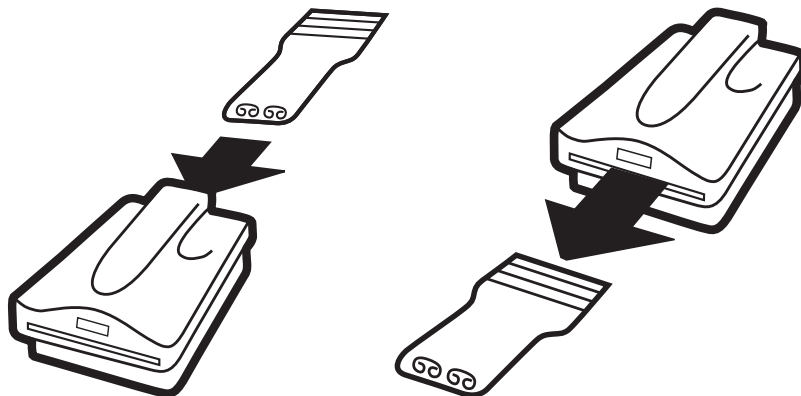

Figura 5
3. Introduceți instrumentul din spatele unității și trageți-l până la capăt, prin față (a se vedea figura 5).